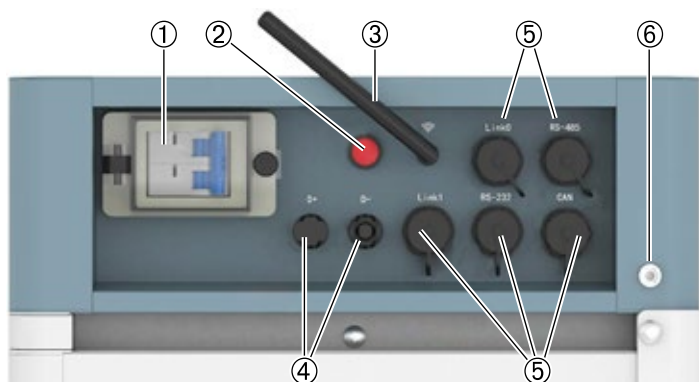
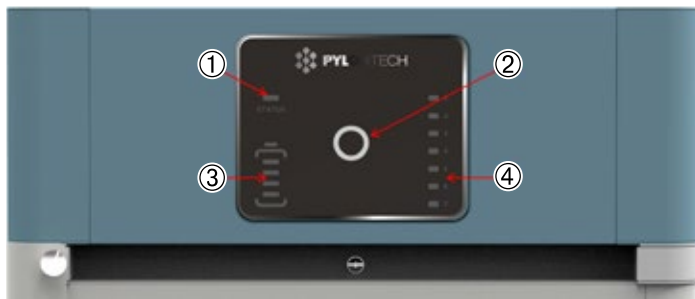
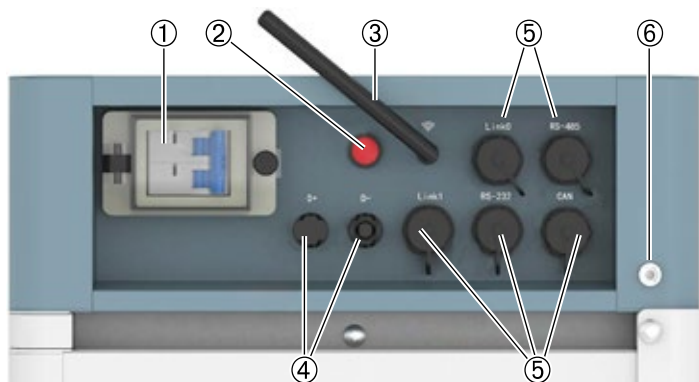

Fig. 3.14 - Modulo di controllo FC0500-40S V2
Fig. 3.15 - Display del modulo di controllo FC0500-40S V2
Fig. 3.16 - Modulo di controllo FC0500-40S V2
3. Aprire il coperchio di protezione e azionare l'interruttore di alimentazione (1, Fig. 3.14).
- Premere il pulsante Start (2, Fig. 3.14) per almeno 10", fino a quando l'indicatore di stato (1, Fig. 3.15) diventa blu e lampeggia rapidamente. A questo punto la batteria avvierà il Black Start per supportare l'inverter. Dopo che l'inverter si sarà acceso e avrà impostato la comunicazione, il BMS sarà pronto a lavorare.
Attenzione. Quando l'interruttore di alimentazione (1, Fig. 3.14) è scattato a causa di sovracorrente o cortocircuito, è necessario attendere più di 10' prima di riaccendere il modulo di controllo per non causare danni all'interruttore stesso.
Se l'indicatore di stato (1, Fig. 3.15) è arancione dall'inizio, significa che c'è qualche guasto nella stringa di batterie; i relè del BMS si apriranno, e sarà necessario eseguire il debug.
Nota: Senza alcuna azione, il tasto LED (2, Fig. 3.15) si spegnerà dopo 20" di inattività.
3. Aprire il coperchio di protezione e azionare l'interruttore di alimentazione di tutti i gruppi (1, Fig. 3.16).
- Premere il pulsante Start (2, Fig. 3.16) per almeno 10", fino a quando l'indicatore di stato (1, Fig. 3.15) diventa blu e lampeggia rapidamente. A questo punto la batteria avvierà il Black Start per supportare l'inverter. Dopo che l'inverter si sarà acceso e avrà impostato la comunicazione, il BMS sarà pronto a lavorare.
Attenzione. Quando l'interruttore di alimentazione (1, Fig. 3.16) è scattato a causa di sovracorrente o cortocircuito, è necessario attendere più di 10' prima di riaccendere il modulo di controllo per non causare danni all'interruttore stesso.